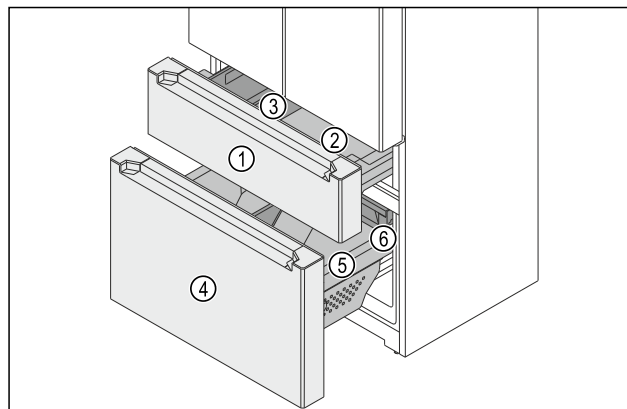

Fig. 148 Изтегляща се ракла на фризерна част
- (1) Горна изтегляща се ракла
- (2) Съд
- (3) FlexBox
- (4) Долна изтегляща се ракла
- (5) Съд
- (6) Чекмедже
Фризernата част се състои от две изтеглящи се ракли. В горната изтегляща се ракла Fig. 148 (1) има един съд Fig. 148 (2) и една FlexBox Fig. 148 (3). В долната изтегляща се ракла Fig. 148 (4) има един голям съд Fig. 148 (5) и едно чекмедже Fig. 148 (6). Можете да изваждате съдовете в горната и долната изтегляща се ракла за почистване.